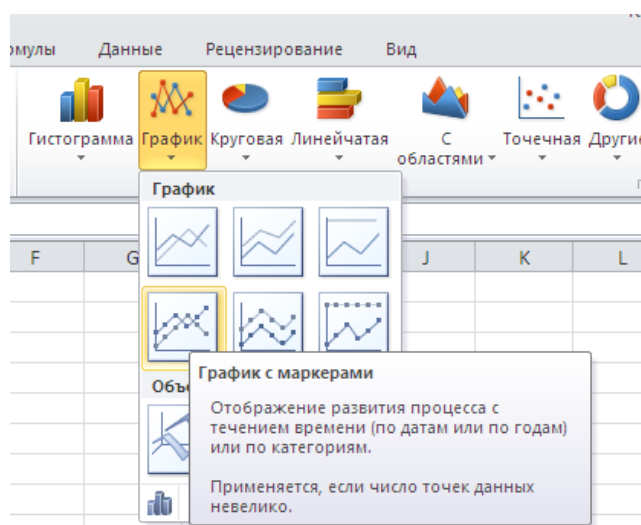

Рисунок 37 – График с маркерами
- 2) выберите вкладку *Вставка* → группа *Диаграммы* → *График с маркерами* (рисунок 37);